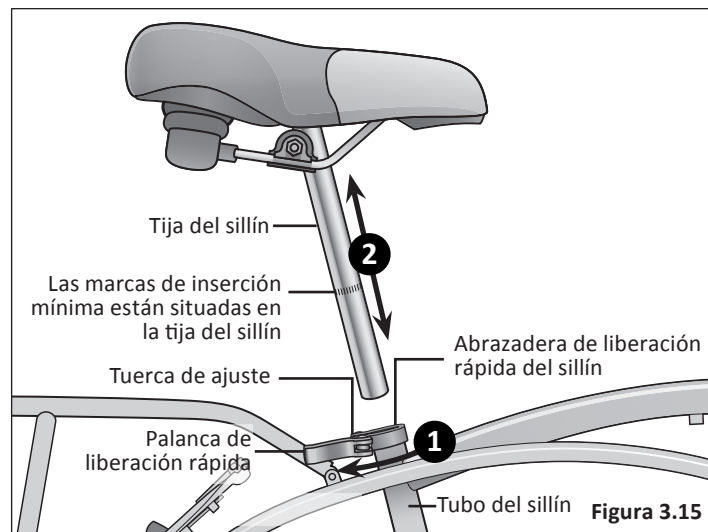

Figura 3.15
- ❶ Accione la palanca de liberación rápida e inserte la tija del sillín en el tubo del sillín. **Figura 3.15**
- ❷ Ajuste la altura del sillín hacia arriba o abajo hasta que el ciclista sienta que tiene el control de la bicicleta y esté cómodo.